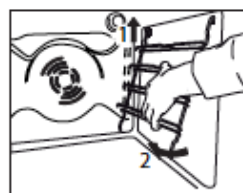

Рис. 1
Зверніть увагу, що верхні стрижні довші за нижні, а гачки розташовані позаду духової шафи. Див. рис. 1.
1. Зніміть бічні втримувальні решітки (рис. 1)